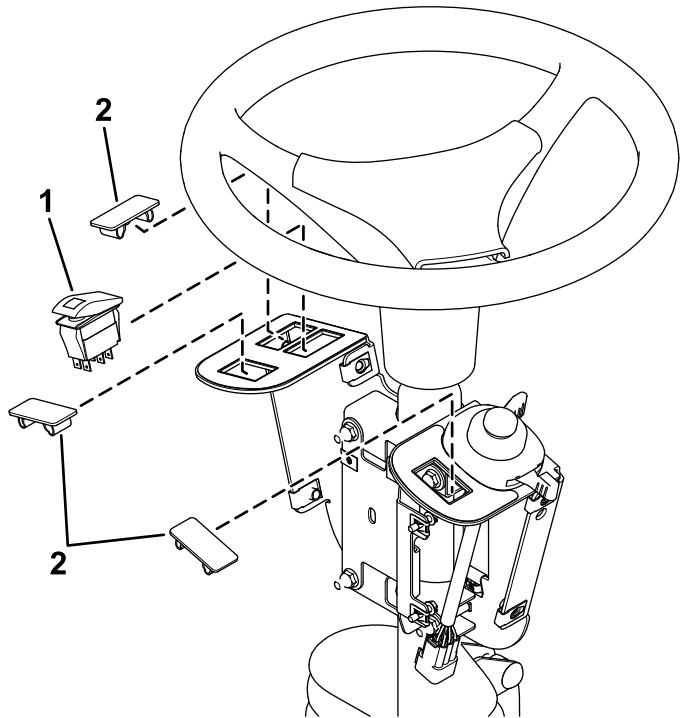

Figure 6
- Installez le commutateur à bascule et les obturateurs de trou dans le support de commutateurs (Figure 6).